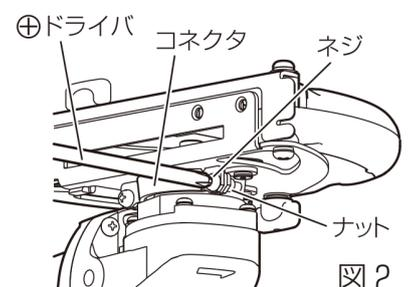

図2
- (4) ⊕ドライバーで取付けねじ(2本)を確実に締付けて固定します。(図2) このとき、コネクタがナットでしっかりと締め付けられており、集じんアダプタ本体が回らないことを確認してください。